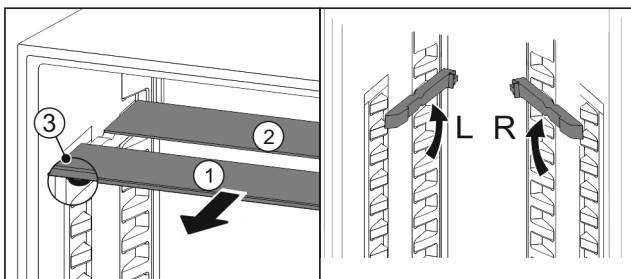

Fig. 18
- ▶ Retire las planchas de cristal individualmente hacia delante Fig. 18 (1).
- ▷ La placa de vidrio Fig. 18 (1) con moldura está situada delante.
- ▷ Los topes Fig. 18 (3) miran hacia abajo.